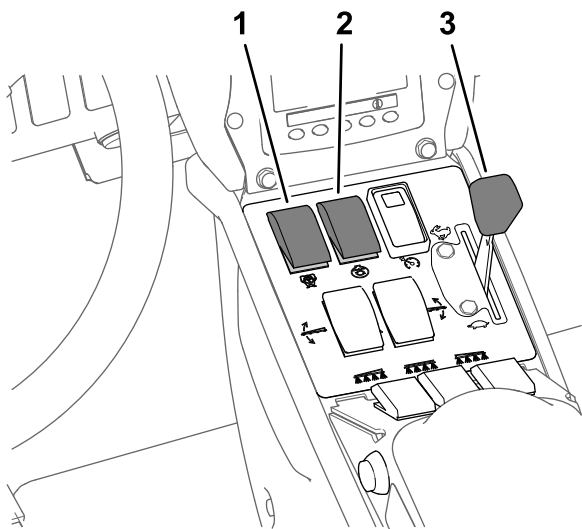

Figura 37
8. Impostate l'interruttore dell'agitatore e l'interruttore della pompa di irrorazione in posizione di ACCENSIONE (Figura 37).
9. Impostate l'acceleratore in posizione VELOCE (Figura 37).
4. Regolate l'acceleratore alla velocità del motore desiderata per irrorare; fate riferimento a Figura 37 in Irrorazione in modalità con volume di applicazione \(pagina 36\).
**Nota:** Questa procedura prevede che la pompa di irrorazione sia accesa; fate riferimento a Figura 37 in Irrorazione in modalità con volume di applicazione \(pagina 36\).